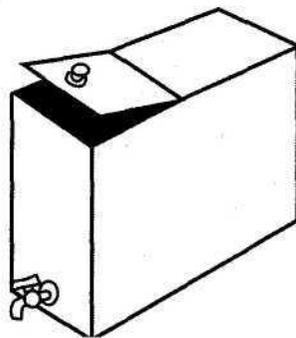

Рис. 52. Водогрейный котел
**Водогрейный котел** показан на рис. 52.